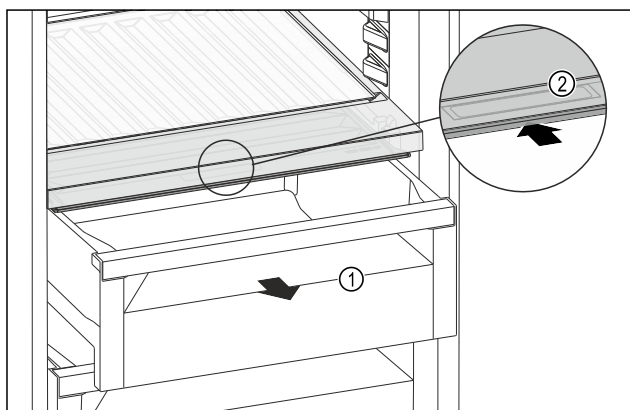

Fig. 94
- Retirer le tiroir Fig. 94 (1).
- Saisir la poignée encastrée Fig. 94 (2) du couvercle du compartiment et pousser le couvercle du compartiment vers l'arrière.